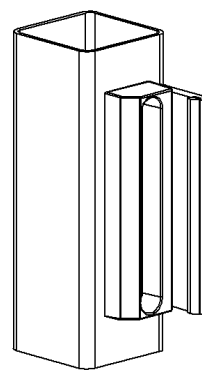

Рис.6
- при открытии калитки наружу рис.6.